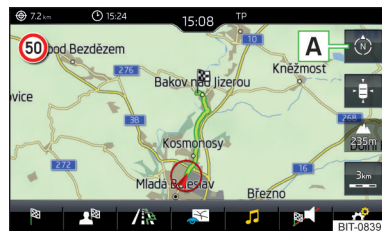

Fig. 183
► Para **cambiar la dirección del mapa**, pulsar en el menú principal *Navegación* la superficie funcional **A** » fig. 183.